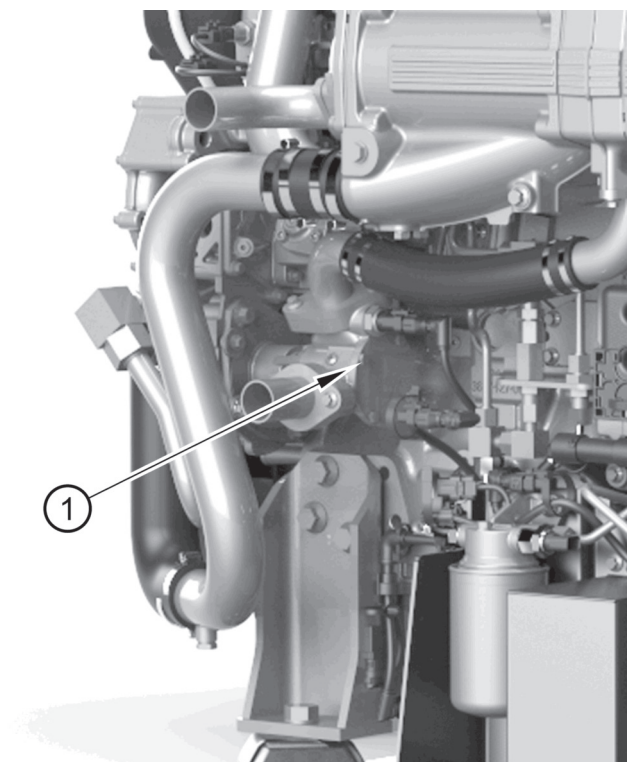

Figura 10
3. Retire la placa del extremo de la bomba auxiliar desatornillando los 4 tornillos de sujeción (figura 10, elemento 1) y recoja el agua en un recipiente apropiado.